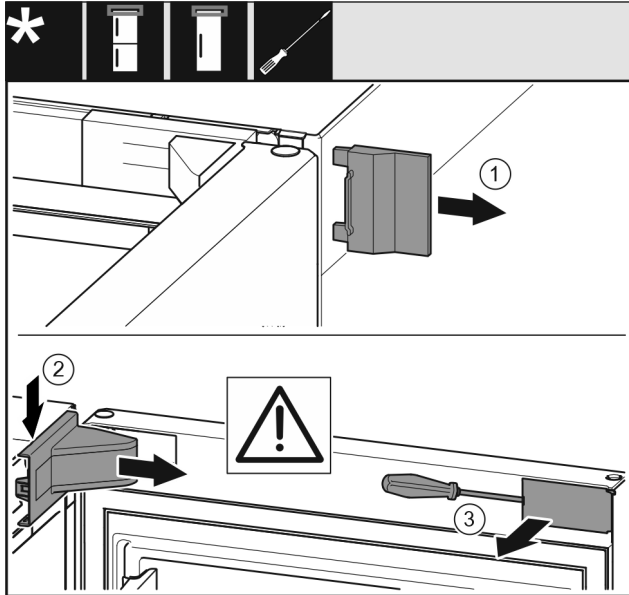

Fig. 6
- ▶ Retire la cubierta exterior. Fig. 6 (1)
- ▶ Desencaje y suelte la cubierta del soporte de cojinete. Retire la cubierta del soporte de cojinete. Fig. 6 (2)
- ▶ Desencaje el panel con el destornillador para tornillos de cabeza ranurada y gírelo lateralmente. Fig. 6 (3)